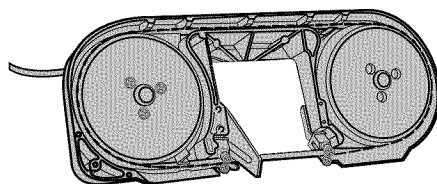

FIG. 3
3. Renverser la scie et la déposer sur un établi ou une table en plaçant le cordon sur la gauche (fig. 3).